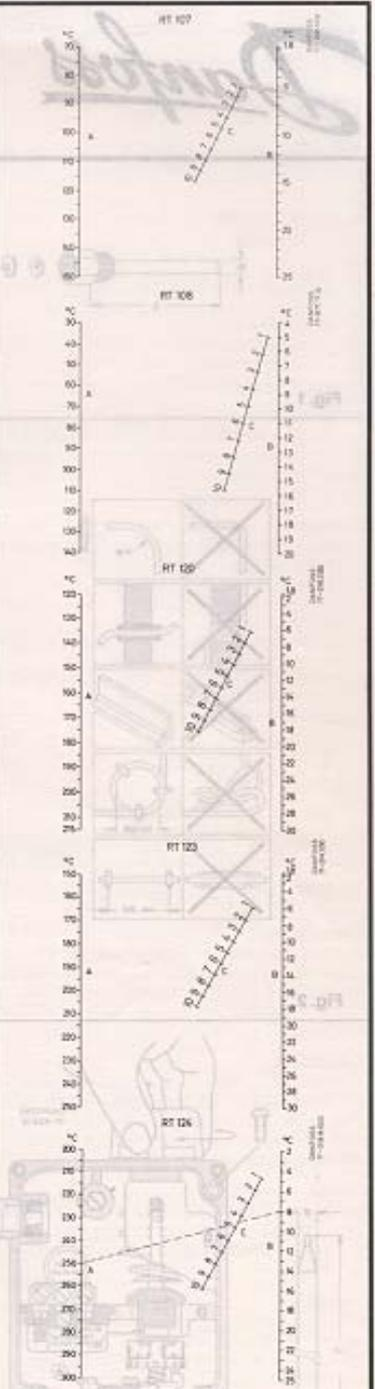

Fig. 7
- Fig. 7**
3. Indstil differensrullen (fig. 5) på tallet 3 som fremkommer ved aflæsning af nomogrammet for RT 123 i fig. 7.
3. Die Differenzrolle (Fig. 5) ist auf die Zahl 3 einzustellen, die auf dem Nomogramm für RT 123 in Fig. 7 abzulesen ist.
3. Set the differential adjusting nut (fig. 5) on number 3 which can be found by reading off the nomogram for the RT 123 in fig. 7.
3. Régler le rouleau de différentiel (figure 5) sur le chiffre 3 relevé sur le nomogramme du RT 123 de la figure 7.